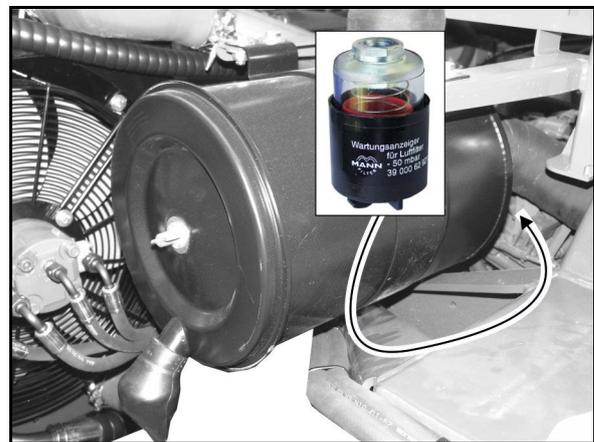

Fig. 164
2. Ziehen Sie den Ölmesstab (Fig. 164/1) heraus und reinigen Sie diesen mit einem sauberen Tuch.
4. Wenn nötig, muss der Ölstand mit dem vorgeschriebenen Öl in der Einfüllöffnung (Fig. 164/2,3) nachgefüllt werden.
5. Ölablassschraube (Fig. 164/4) herausdrehen.